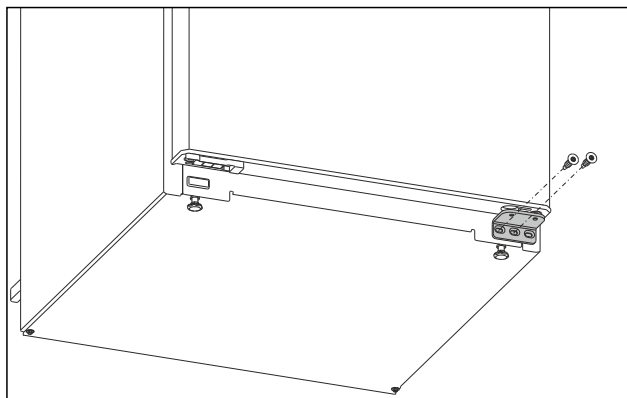

Fig. 4
- Svitare la vite centrale sulla staffa di supporto inferiore con un cacciavite Torx 20. Fig. 4 ()
- Svitare la vite interna sulla staffa di supporto inferiore con un cacciavite Torx 20. Fig. 4 ()